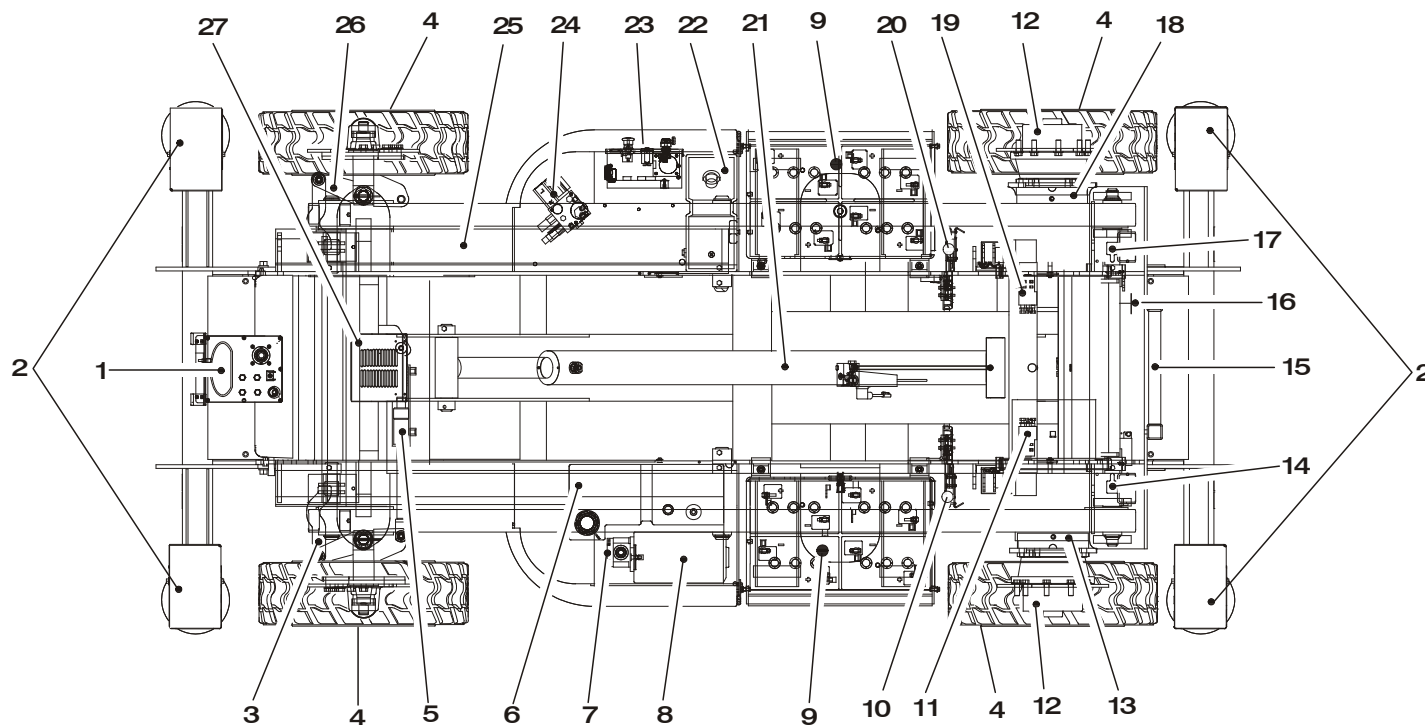

Figure 2-1. Ronde d'inspection (fiche 1 de 3)
5. **Ronde d'inspection** – Voir la Figure 2-1., Ronde d'inspection (fiche 1 de 3)